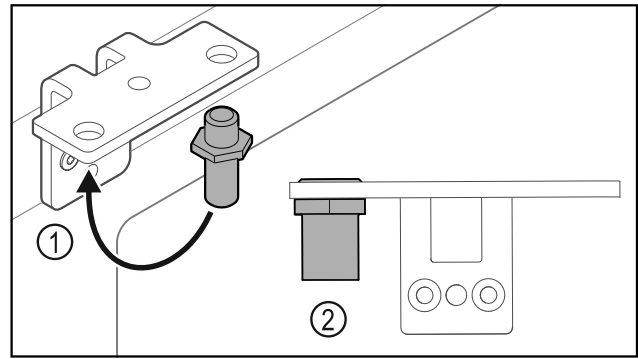

Fig. 25
- ▶ Μεταφέρετε τον πείρο Fig. 25 (1) στη γωνία μεντεσέ.
- ▶ Σφίξτε τον πείρο Fig. 25 (2) με ροπή 12 Nm.